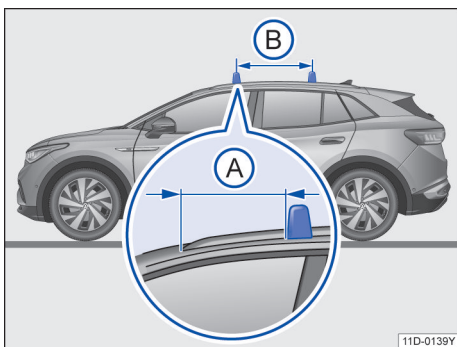

图 128 配备车顶行李架基架的汽车：行李架杆的固定点
行李架杆安装在车顶行李架基架上。同时前行李架杆与前车顶行李架脚→图 128(A)之间的距离为 16 cm。行李架杆的相互距离(B)应大约为 70~75 cm。
- 行李架杆只能安装在平行箭头→图 128(B)之间。